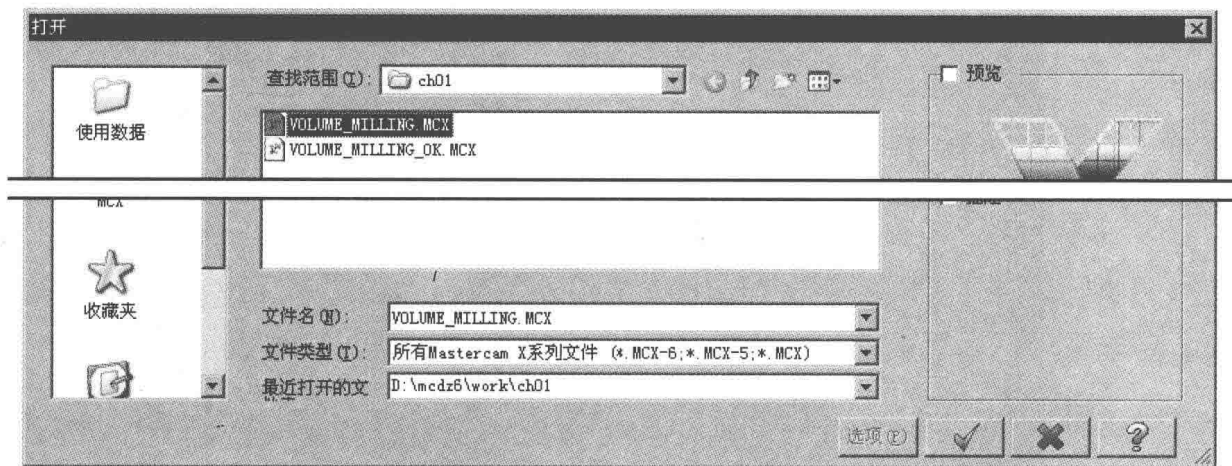

图 1.2.1 “打开”对话框
Step1. 打开原始模型。选择下拉菜单 **文件** **打开文件** 命令，系统弹出图 1.2.1